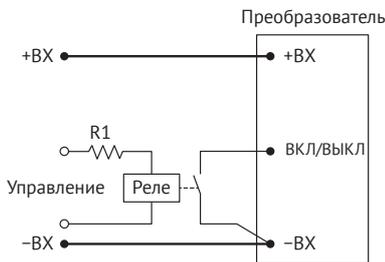

Рис. 5. «ДУ» с помощью реле.
**Первый способ:** подачей управляющего сигнала на вывод «ВКЛ/ВЫКЛ» относительно «-ВХ» [Рис. 5]. Если напряжение на выводе «ВКЛ/ВЫКЛ» менее 1,0 В, то модуль перейдет в выключенное состояние. Если напряжение на данном выводе 3,0 В или более, то модуль перейдет во включенное состояние.